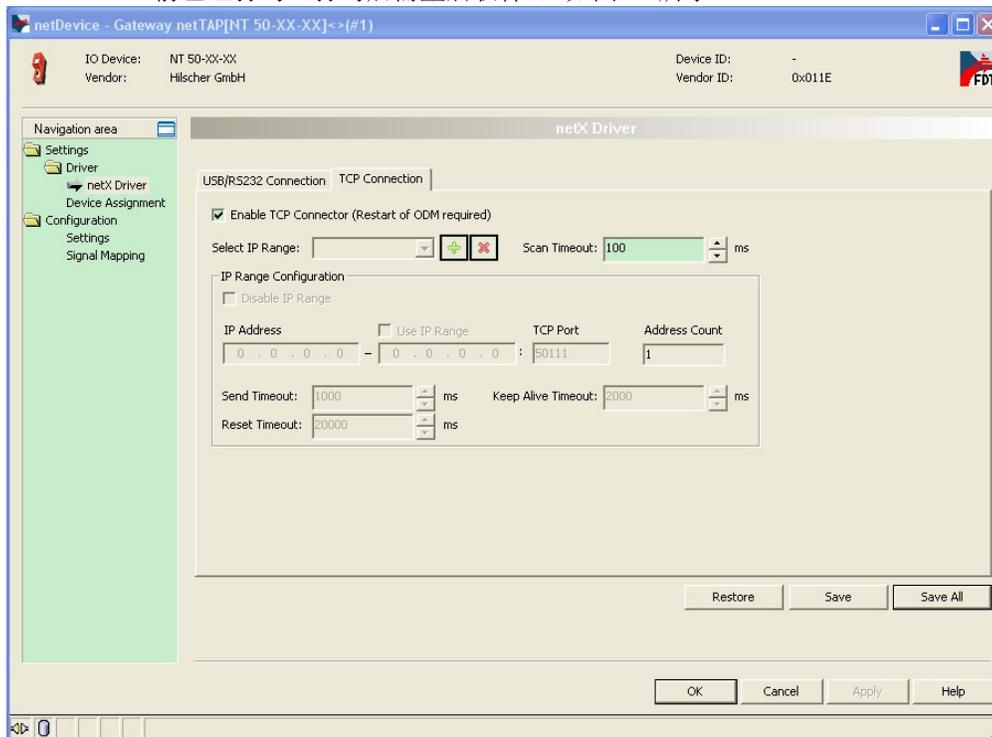

图 19
3) 双击该图标，弹出配置对话框，选择“netX Driver”栏中“TCP Connection”页，确保“Enable TCP Connector”前已经打勾（打勾后需重启软件），如图 19 所示：